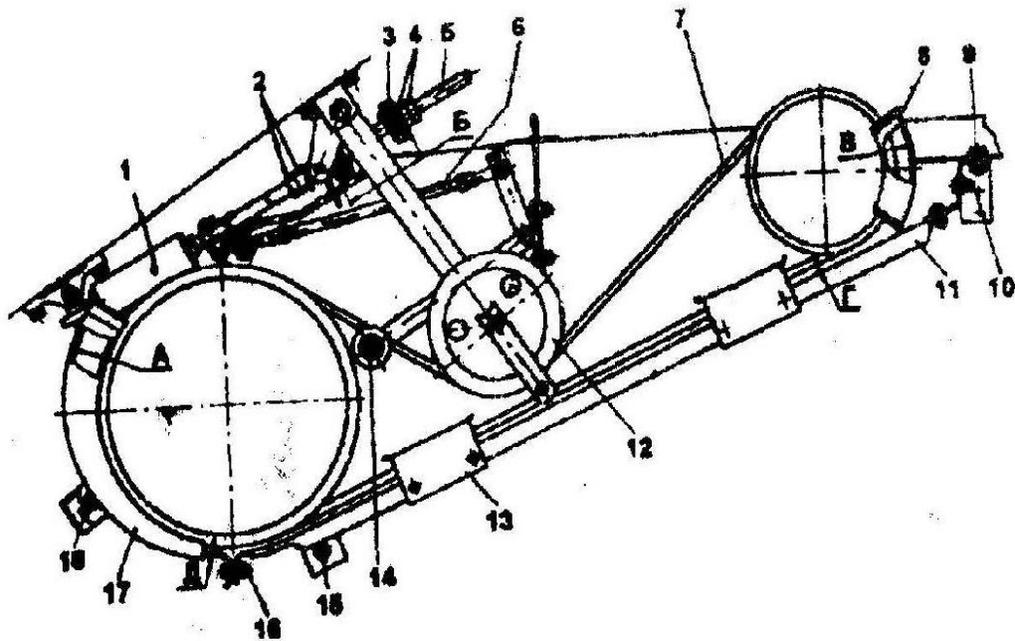

Рис. 39, Механизм включения привода рабочих органов молотилки:
6.3.9, МЕХАНИЗМ ВКЛЮЧЕНИЯ ПРИВОДА РАБОЧИХ ОРГАНОВ МОЛОТИЛКИ работает надежно, если ремень 7 (рис. 39) имеет нормальное натяжение и во включенном состоянии механизма не проскальзывает относительно шкивов.